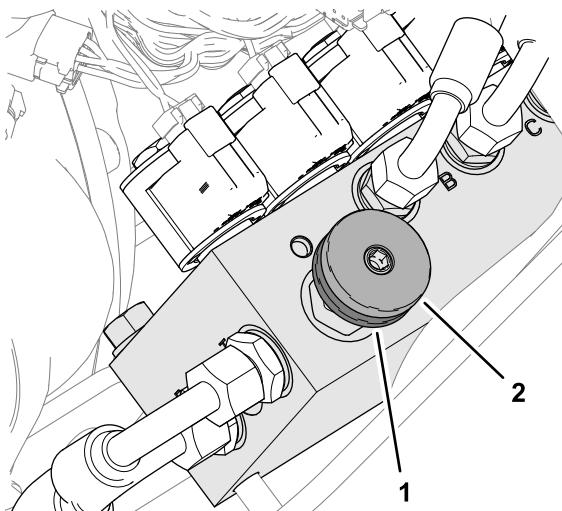

Bild 37
Aktivieren der Gewichtsverlagerung: Das Ausmaß der Gewichtsverlagerung kann je nach Einsatzbedingungen verstellt werden, indem Sie das Handrad für die Gewichtsverlagerung wie folgt drehen (Bild 37):
1. Lösen Sie die Sicherungsmutter des Ventils um eine halbe Umdrehung nach links und halten sie in dieser Stellung (Bild 37).
- Drehen Sie das Ventilhandrad (Bild 37) nach links, um die Gewichtsverlagerung zu verringern, oder nach rechts, um die Gewichtsverlagerung zu erhöhen.